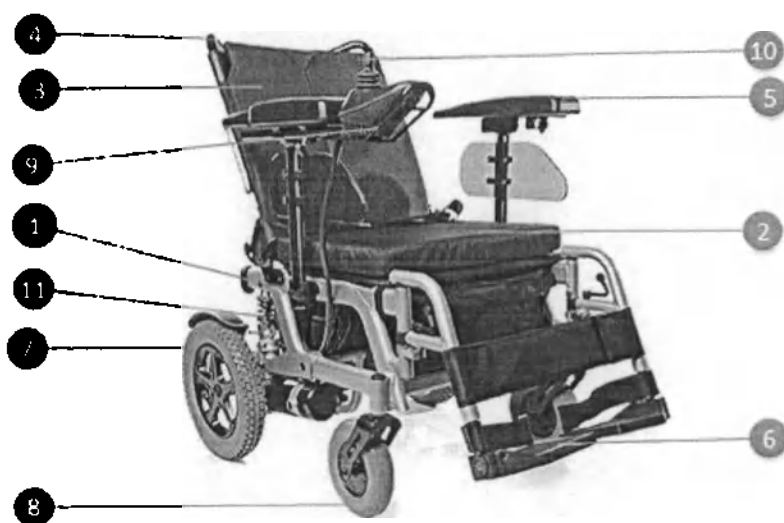

Рис.1
Кресло-коляска исполнения «Delta Electro 1800» (см. рис.1).
Рис.1а
5.1.3 Установить аккумуляторную батарею, удерживая за её ручку, на держатели в нижней части рам (Рис.1,поз.1). Соединить разъем питания от аккумуляторов с разъемом питания пульта управления (Рис.1,поз.9) (разъем находится под сиденьем).
5.1.7 Для подзарядки аккумуляторной батареи необходимо выключить электропитание коляски нажатием кнопки включения питания (Рис.1а, поз.3) на пульте управления (индикатор заряда аккумуляторной батареи должен погаснуть).
5.3.2 Перед началом движения необходимо перевести колеса с электроприводами в автоматический режим. Сесть в коляску, пристегнуться страховочным ремнем, нажать кнопку включения питания на пульте управления (Рис.1,поз.9).
5.3.3 Осваивать навыки управления движением коляски следует на малой скорости, для чего выбрать самую малую скорость кнопкой увеличения скорости (правая) на пульте управления (Рис.1,поз.9) (должен гореть один светодиод на индикаторе скорости) и при необходимости, регулировать скорость кнопкой снижения скорости (левая).
5.3.4 Для управления коляской плавно отклонить ручку управления движением (джойстик) на пульте (Рис.1,поз.9) в направлении желаемого движения. Для изменения направления движения нужно изменить направление отклонения джойстика. Скорость движения задается кнопками увеличения и снижения скорости.
5.3.6 Коляска имеет систему электродинамического торможения. Для ее включения достаточно отпустить ручку джойстика (Рис.1, поз.10) на пульте (Рис.1, поз.9). При движении по горизонтальной поверхности это обеспечивает торможение коляски до полной остановки.
5.3.7 Прежде чем покинуть кресло-коляску её необходимо выключить нажатием кнопки включения/выключения (Рис.1а, поз.3)